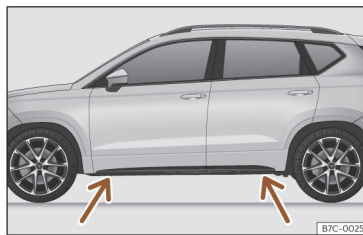

Fig. 210 Points de prise du cric.
- Recherchez sur le bas de caisse la marque du point d'appui du cric (zone renforcée) le plus proche de la roue à changer >>> **fig. 210**.